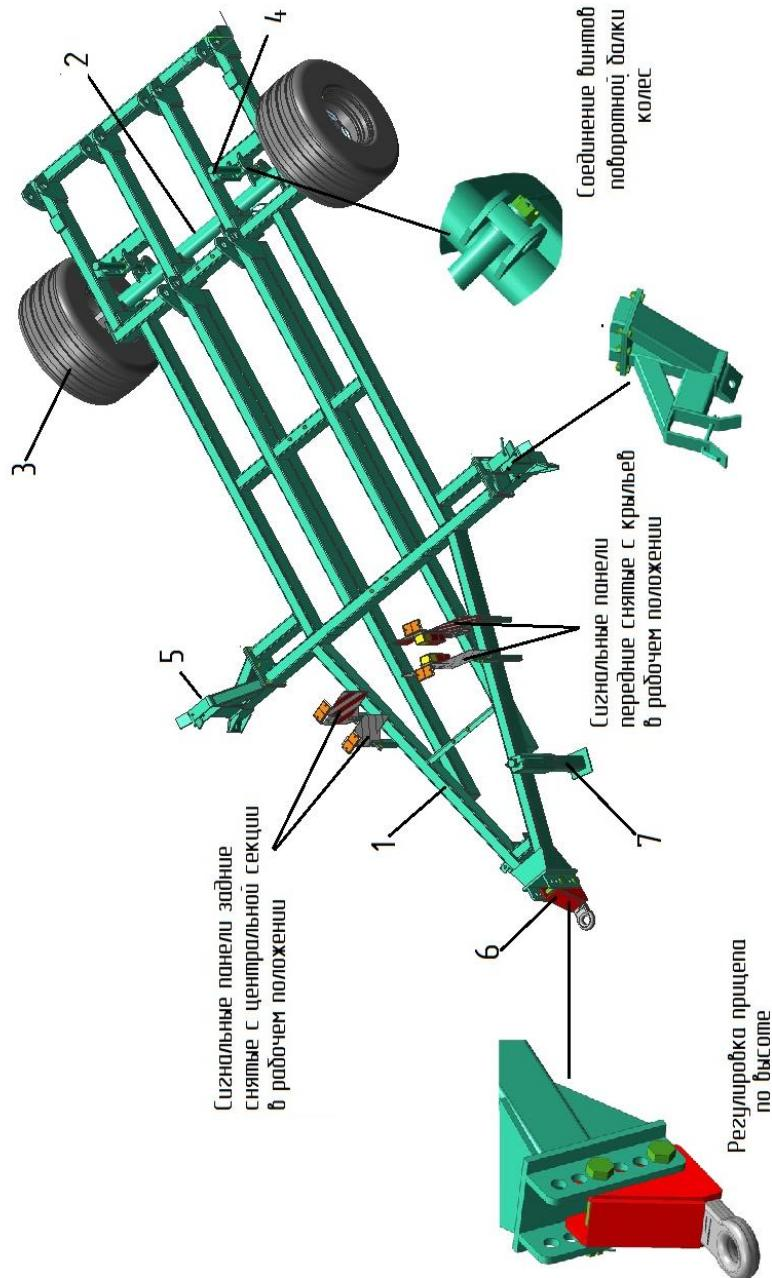

Рисунок 3 – Транспортная тележка
3.3 Транспортная тележка предназначена для передвижения культиватора при транспортировке. Состоит (рисунок 3) из рамы 1, поворотной балки 2 с ходовыми колёсами 3 и регулировочными винтами 4, кронштейнов фиксации крыльев в транспортном положении 5, регулируемого по высоте прицепа 6, опора с винтовой регулировкой 7.
- соединить поворотную балку с регулировочными винтами (рис.3);
- соединить культиватор с трактором, переставляя прицеп на требуемое отверстие (рис. 3).
- снять передние сигнальные панели с крыльев культиватора и установить в кронштейны транспортной тележки (рисунок 3);
- снять задние сигнальные панели с центральной секции, разъединить вилку с розеткой, и установить их в кронштейны транспортной тележки (рисунок 3);
**!Во избежание повышенной нагрузки на копирующие колёса центральной секции транспортная тележка должна катиться на своих ходовых колёсах. Это достигается регулировочными винтами поворотной балки (рис.3)!**